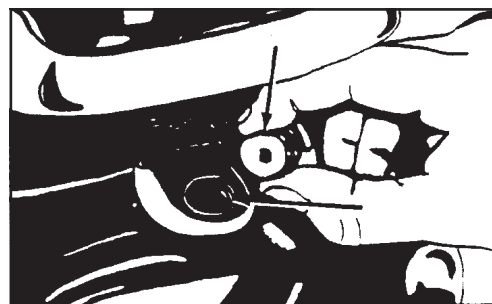

Figure 11
1. Pour nettoyer l'orifice d'aération au centre du bouchon, enlevez le bouchon de l'appareil. Lorsque le bouchon est enlevé, vérifiez également la graisse dans la boîte d'engrenages (voir la figure 11).